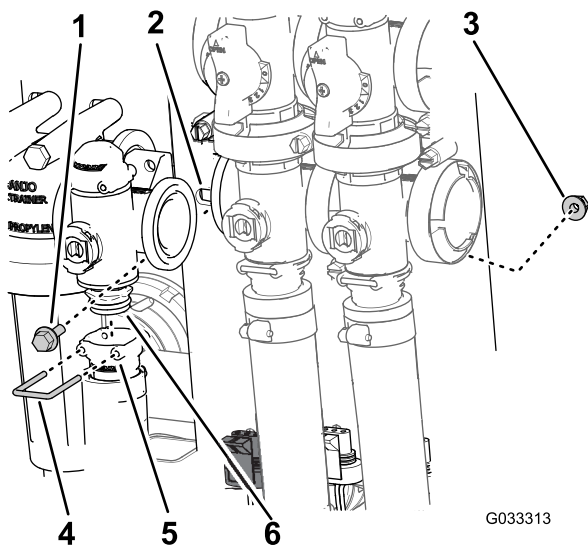

Figura 68
2. Remova o retentor que prende o encaixe de saída ao coletor da válvula de controle de taxa (Figura 68).
3. Remova os 2 parafusos de cabeça flangeada e as 2 contraporcas flangeadas que prendem a válvula de controle de taxa ao suporte da válvula e remova o coletor da válvula da máquina (Figura 68).